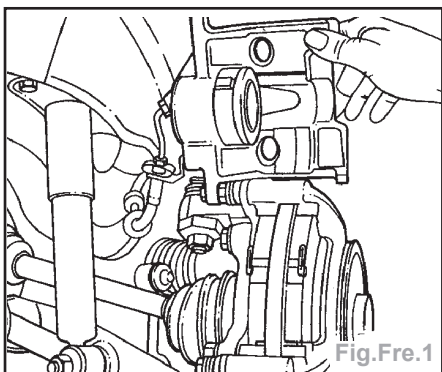

Fig.Fre.1
- Basculer le boîtier d'étrier de frein vers le haut (Fig.Fre.1).